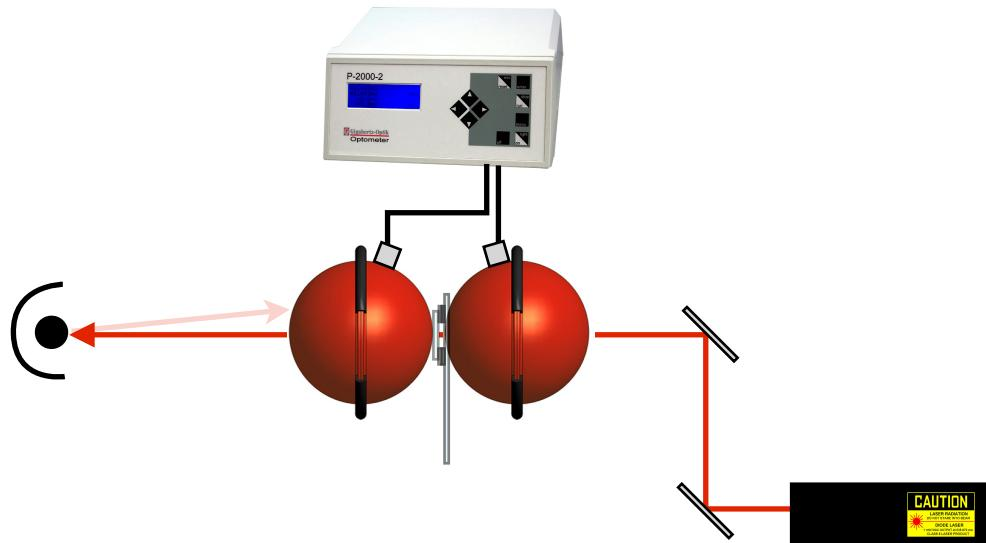

Figure 8: Montage pour les mesures de RAT
Les mesures RAT permettent, à l'aide d'un modèle, de retrouver les valeur de μ_a et μ_s' . Le montage est illustré à la figure 8.
1. Familiarisez-vous avec le montage des sphères intégrantes (Fig. 8)